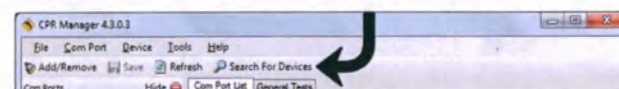

Рис. 83
3. В программе «CPR Manager» нажмите на кнопку «Search For Devices». См. Рис.83. Программа «CPR Manager» попытается найти все аппараты, обнаруживаемые в сети Ethernet.